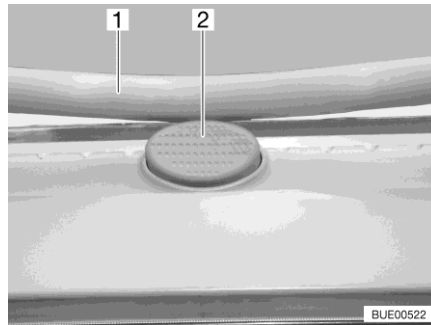

Fig. 87 Bouton de sécurité (lanterneau Heki)
- Appuyer sur le bouton de sécurité (Fig. 87,2) et tirer l'étrier (Fig. 87,1) vers le bas avec les deux mains.
- Pousser l'étrier vers le haut avec les deux mains jusqu'à ce que ce dernier se trouve au-dessus du bouton de sécurité (Fig. 87,2).